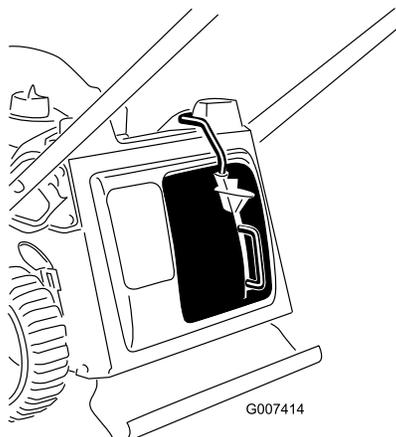

Figura 9
3. Suelte el botón de la palanca y asegúrese de que la parte superior de la palanca está introducida hasta el fondo de la ranura (Figura 9). **Si la parte superior de la palanca no está introducida hasta el fondo de la ranura, ¡su cortacésped no arrancará!**